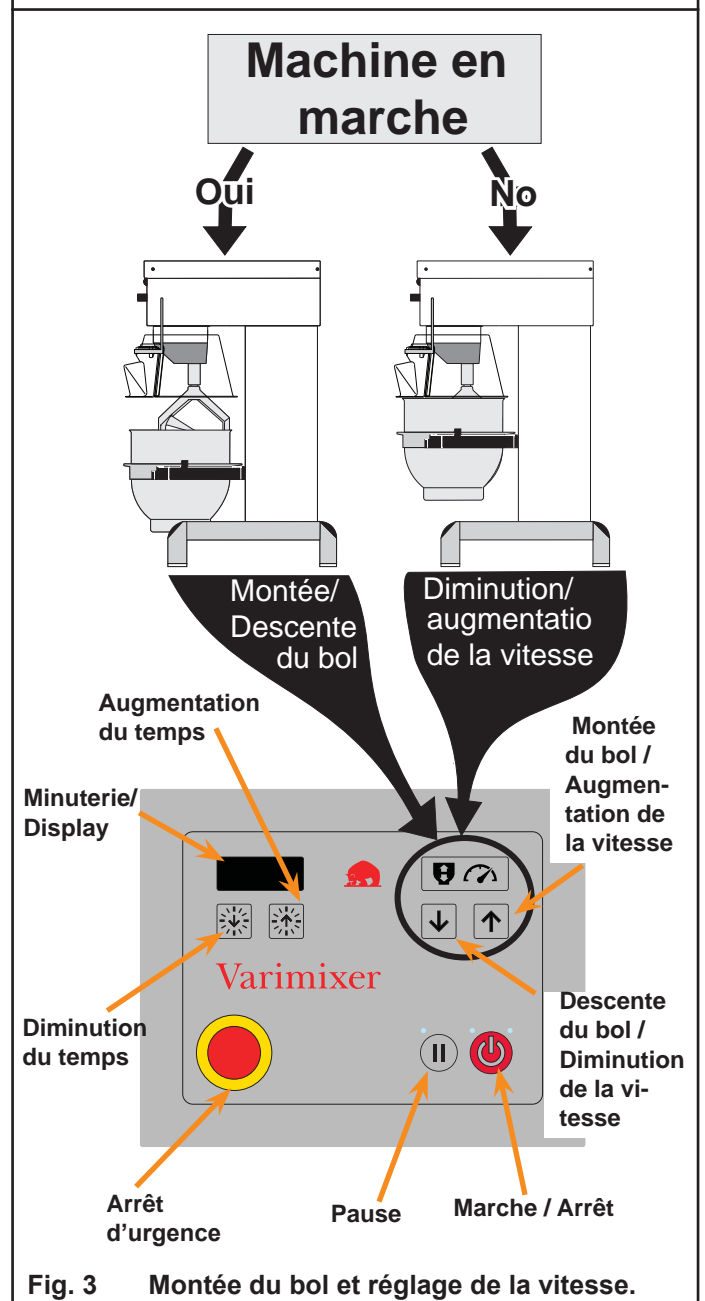

Fig. 3 Montée du bol et réglage de la vitesse.
- C** Pour lever le bol, appuyer sur la **↑** (**fig. 3**) Le bol s'arrête automatiquement en position haute.
- E** Appuyer sur  pour démarrer le batteur (**fig. 3**).
Le tableau de commande du batteur comporte deux boutons, **↑** et **↓**, chacun ayant deux fonctions (**fig.3**):
- Relâcher l'arrêt d'urgence (**fig. 3**) en le faisant tourner dans le sens antihoraire ou fermer la grille de sécurité.
- Relâcher l'arrêt d'urgence (fig. 3) en le faisant tourner dans le sens antihoraire ou fermer la grille de sécurité.